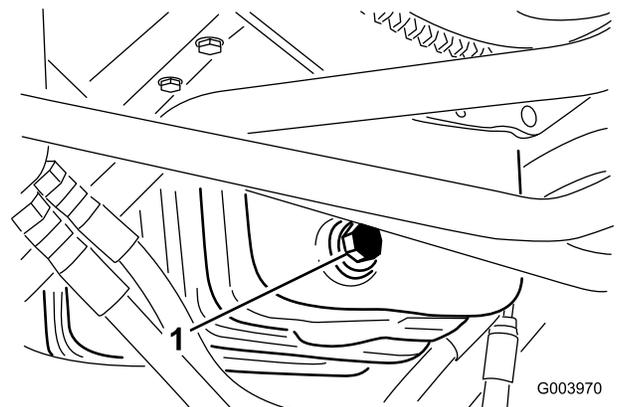

図 53
1. ドレンプラグ 図 53 を外してオイルを容器に受ける。